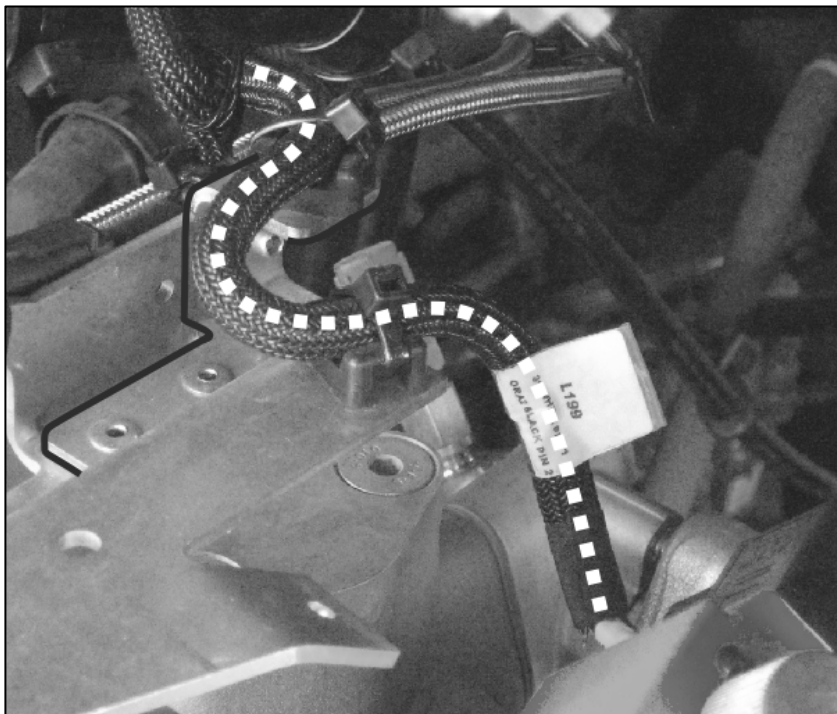

Figure 17
Percer quatre (4) nouveaux trous. Utiliser les dimensions données ci-dessous. (Fig. 17)
Fixer l'assemblage de raccords avec la vis **502848** (Fig 17)